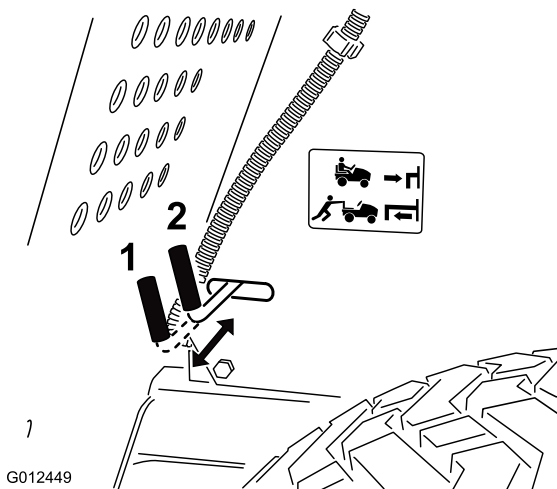

Bild 13
7. Ziehen Sie das Antriebsbedienelement (hinter dem rechten Hinterrad) heraus in die Schieben-Stellung (Bild 13).
2. Stellen Sie den Antriebshebel in die Betriebsstellung (Bild 13), um das Antriebssystem einzukuppeln.